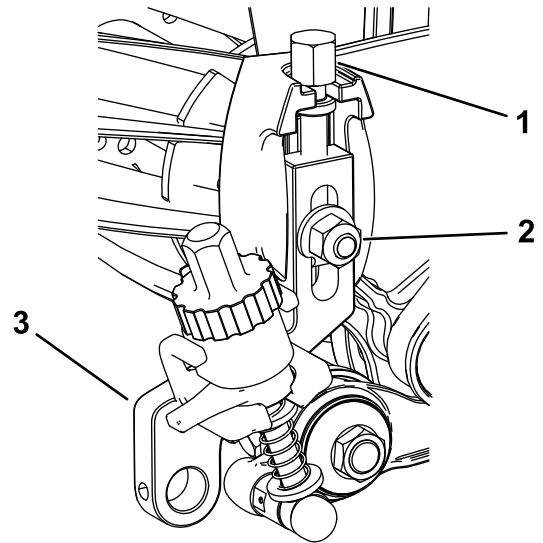

Figura 18
1. Enrosque los tornillos de ajuste de la altura de corte que retiró anteriormente en la parte superior de los soportes de ajuste (**Figura 18**).
2. Instale los conjuntos de altura de corte a las chapas laterales de la unidad de corte usando el perno avellanado, la tuerca y la arandela especial que retiró anteriormente (**Figura 18**).